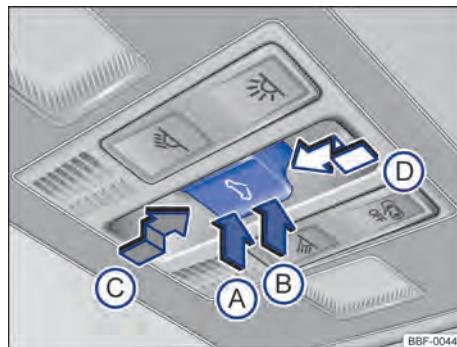

Fig. 61 No revestimento do teto: botões para teto solar e cortina de proteção solar.
- *Levantar o teto solar:* pressionar o botão → **Fig. 61 B** até o primeiro nível. Curso automático: pressionar o botão **B** até o segundo nível.
- Pressionar o botão  até o segundo nível → **Fig. 61 D**, até que o teto de vidro esteja totalmente fechado.